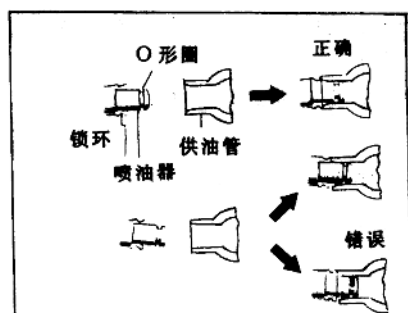

图 1-16
①给喇叭管上涂上一层薄薄的机油,并拧紧喇叭管螺母。
②使用专用工具(编号 09631-22020)将组件拧至规定扭矩值(图 1-16)。